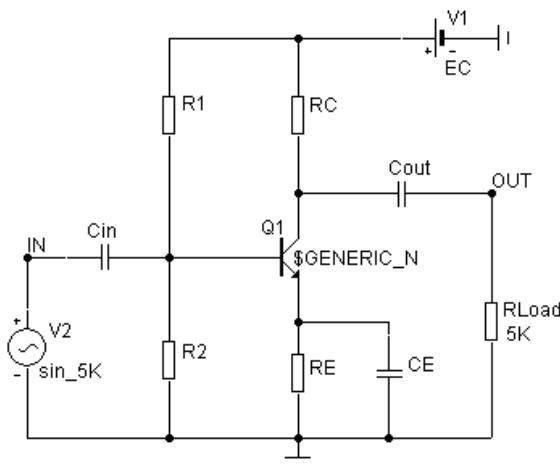

Рис. 8.1. Схема усилителя с общим эмиттером
В данной работе производится расчет по постоянному току элементов усилительного каскада, собранного по схеме с общим эмиттером, изображенного на рис. 8.1.
2.10. Учитывая то, что резистор  $R_E$  заземляется по переменной составляющей (рис. 8.1), и то, что к коллектору транзистора подключается
Выберите ток делителя базовой цепи усилительного каскада  $I_{\text{DIV}}$  в диапазоне  $I_{\text{DIV}} = (5-10)I_{\text{BA}}$ . Рассчитайте сопротивление нижнего плеча делителя  $R_2$  (рис. 8.1) по формуле:
Рассчитайте сопротивление верхнего плеча делителя  $R_1$  (рис. 8.1):
2.17. Постройте схему, изображенную на рис. 8.1, с рассчитанными значениями сопротивлений. Сохранить файл.
анализа также можно назначить входному и выходному узлу текстовые наименования из латинских букв, как показано на рис. 8.1.